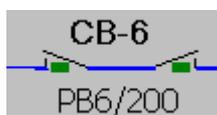

Рис. 3.3
- Нормально-отключенный объект - цвет активной области темно-зеленый (рис. 3.3).